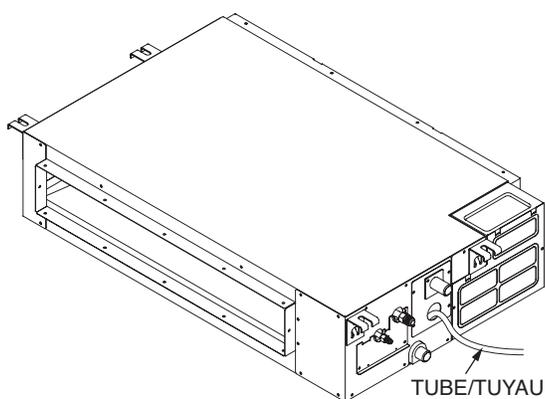

Figure 13 — Insertion d'un tube/tuyau
2. À l'aide d'un bout de tuyau ou d'une conduite, remplissez le réservoir de la pompe de vidange avec 2 l d'eau. Voir la fig. 13.